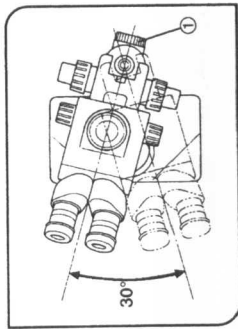

Abb. 1
1. Um ein Umkippen des Mikroskopstativs zu verhindern, darf der Drehwinkel höchstens 30° betragen, wie in Abb. 1 gezeigt.
3. Bei der Einstellung der Mikroskopstativhöhe darauf achten, daß die Fokussiereinrichtung mit einer Hand festgehalten wird, während die Festschraube der Fokussiereinrichtung $\text{\textcircled{D}}$ gelöst wird (Abb. 1).